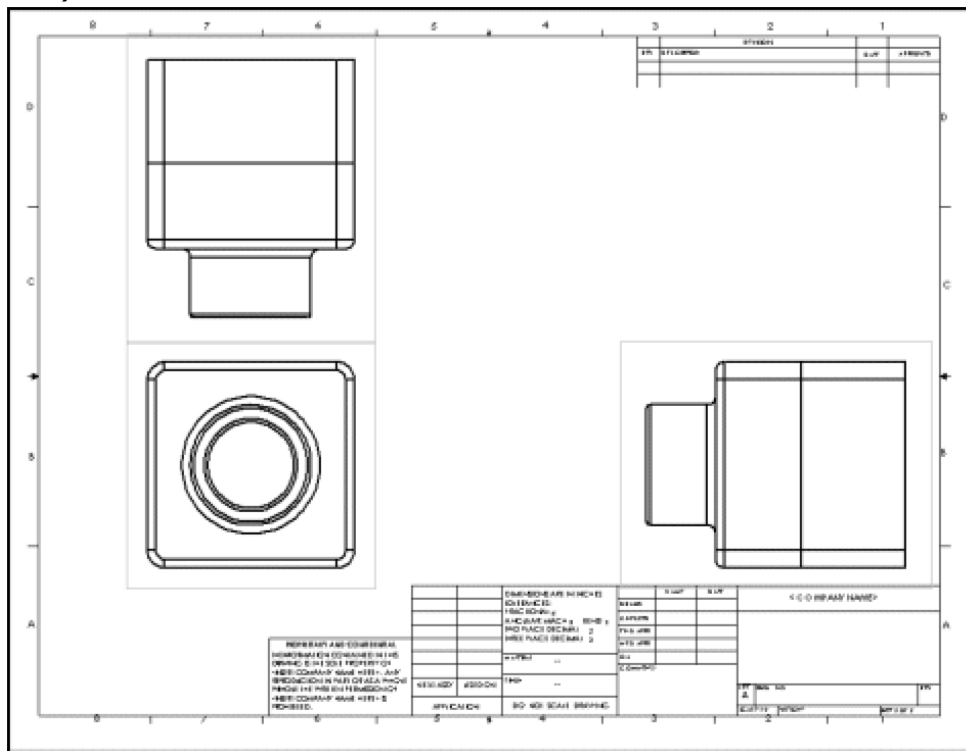

Рис.27
- Встановити для параметра **Тип файла** значення **Файлы сборки (*.asm, *.sldasm)**, вибрати файл зборки (наприклад, **Деталь.sldasm**) і натиснути кнопку **Открыть**. На кресленні з'являться 3 стандартні проекції зборки (рис. 27).